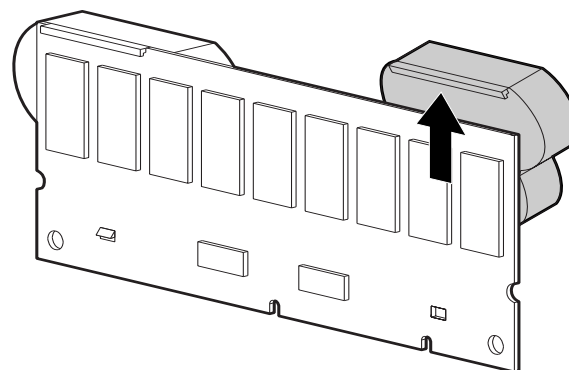

Figura 6: Rimozione della batteria
3. Sollevare verticalmente la batteria per sganciarne la parte superiore. Vedere la Figura 6.